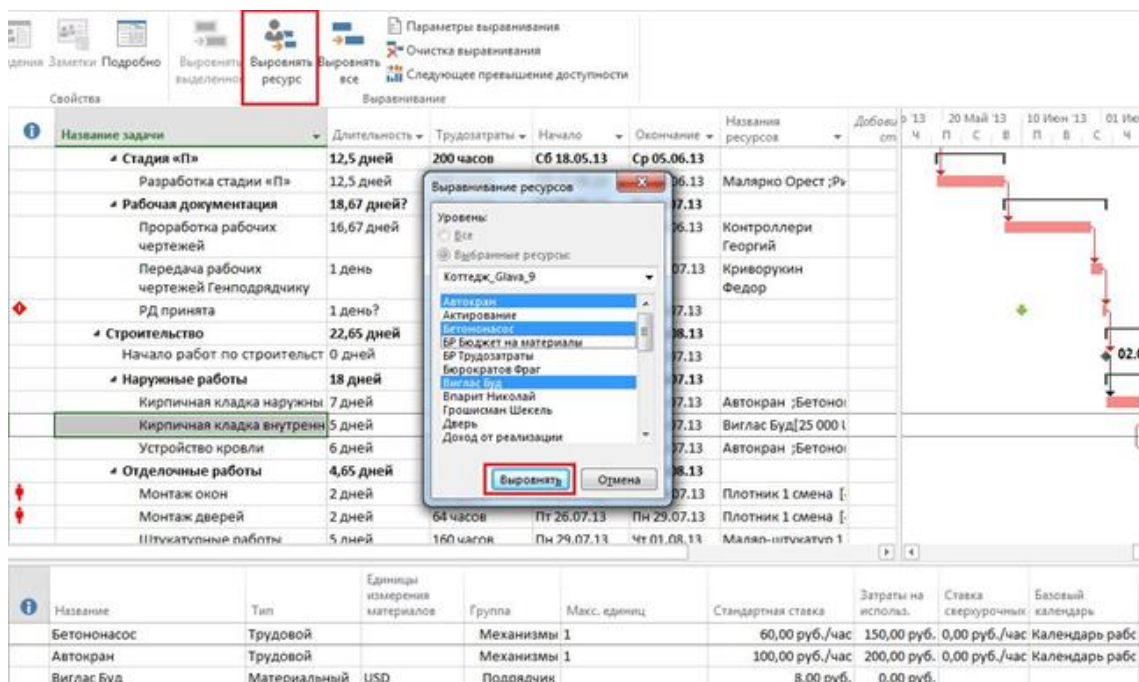

Рисунок 93 – Выравнивание по конкретным ресурсам
2) Производим выравнивание по механизмам «Автокран» и «Бетононасос», Рисунок 93.